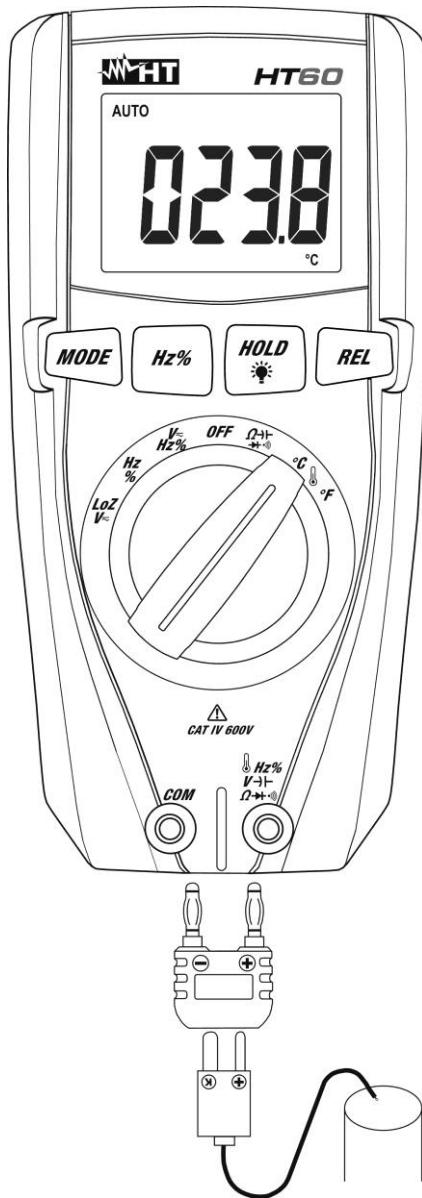

Fig. 9: Uso del instrumento para medida de Temperatura
2. Inserte el adaptador en dotación en los terminales de entrada $\text{Hz\%V}\rightarrow\text{I}\Omega\blacktriangleright\cdot\cdot\cdot$ (polaridad +) y **COM** (polaridad -) (vea Fig. 9)